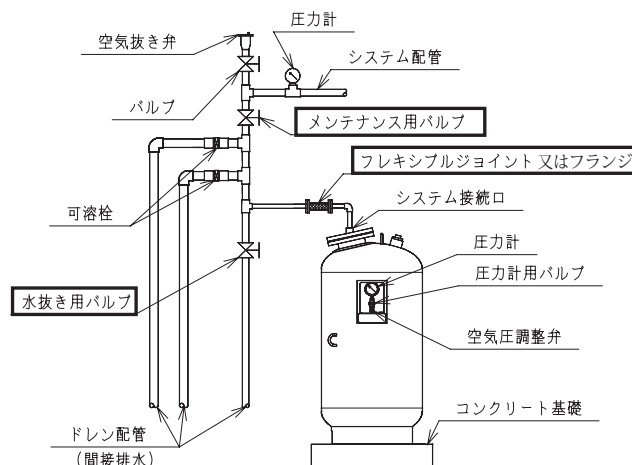

図 7-3 施工例
- ① システム接続口への配管には、「メンテナンス用バルブ」「水抜き用バルブ」、およびフレキシブルジョイントまたはフランジ（図7-3参照）を設けてください。
- ③ 「メンテナンス用バルブ」、「水抜き用バルブ」は設置されているか？（本書第7章「据付け・配管施工時のお願い」図 7-3 参照）